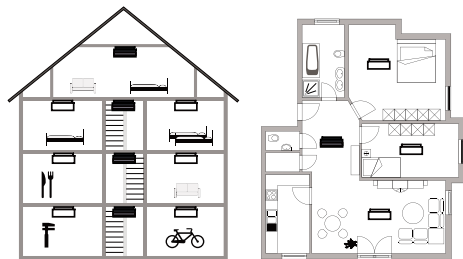

Fig. 1
6. Lieux de montage (voir fig. 1)